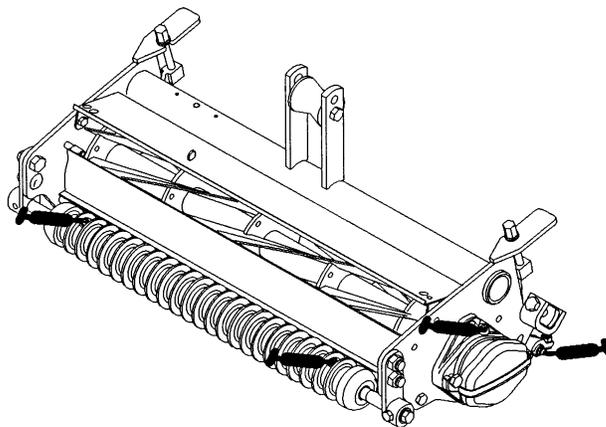

Fig. 5
1. Posizione e numero di ingrassatori: cuscinetti del cilindro (2) e rulli anteriore e posteriore (2 cad.) (Fig. 5).